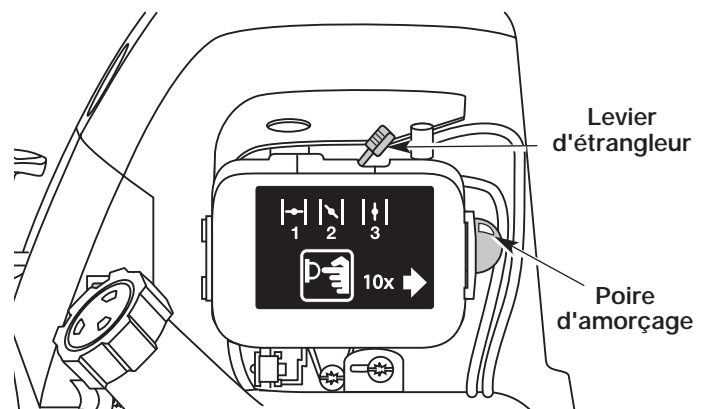

Fig. 21
4. Pressez et relâchez la poire d'amorçage à 10 reprises, lentement. Une certaine quantité de carburant devrait être visible dans la poire d'amorçage et les conduites de carburant (Fig. 21). Si vous n'apercevez pas de carburant dans la poire, pressez et relâchez la poire autant de fois que nécessaire jusqu'à ce que vous aperceviez du carburant dans cette dernière.
5. Mettez le levier d'étrangleur en Position 1 (Fig. 21).